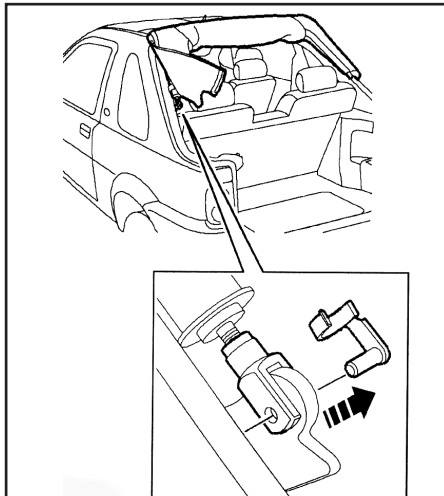

Fig.Sel.56
- Dégager et enlever les axes de charnière et dégager les barres de tension (Fig.Sel.56).